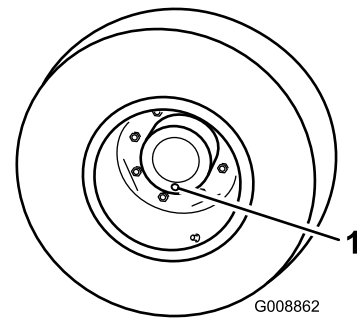

Bild 105
1. Stellen Sie die Maschine auf einer ebenen Fläche ab und positionieren Sie das Rad so, dass sich eine der Prüfschrauben in der untersten Stellung (6 Uhr) befindet (**Bild 105**).